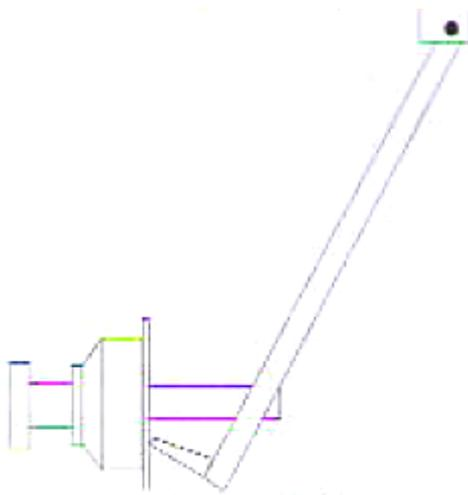

Рис. 8-8
8.3.3 Повернуть измерительную штангу, коснуться наконечником штанги торца чашки шпинделя, см. рис. 8-8, нажать кнопку ALU, см. рис. 8-3, калибровка выполнена, установить измерительную штангу в первоначальное положение.